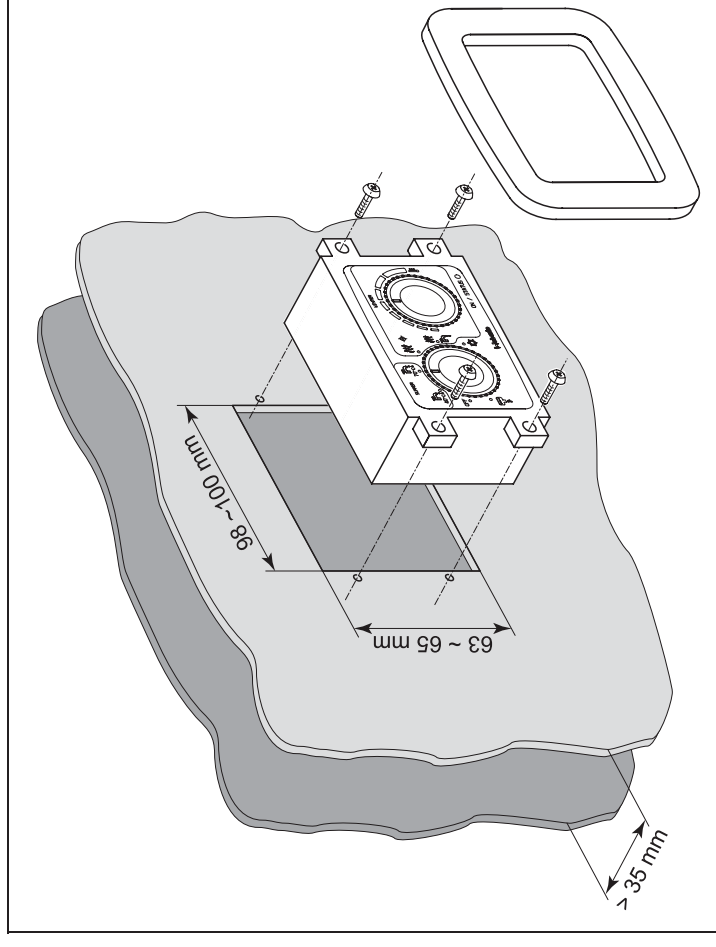

Fig. 50: Montage de l'élément de commande manuel
- Percer un trou dans la cloison à l'emplacement prévu (voir Fig. 50).